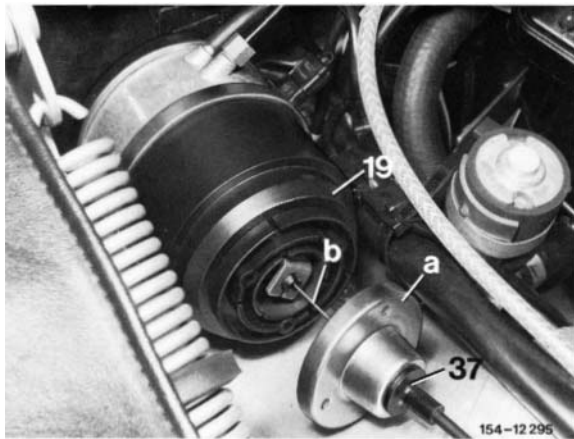

Bild 7
15 Deckel des Regelgerätes (19) am Seilzug (37) montieren (Bild 7).
16 Drahtlitze (b) des Seilzuges (37) am Stellhebel des Regelgerätes (19) einhängen, dazu Stellhebel eindrücken. Anschließend Deckel am Regelgerät (19) mit den Schrauben (20) montieren (Bild 7 und 8).